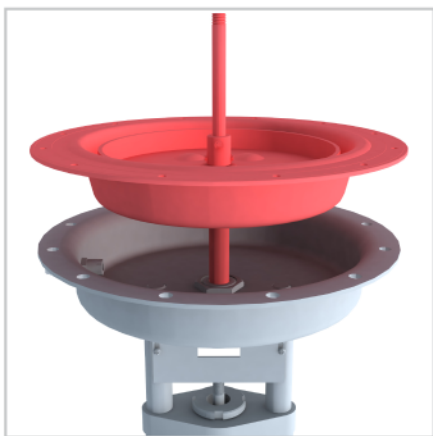
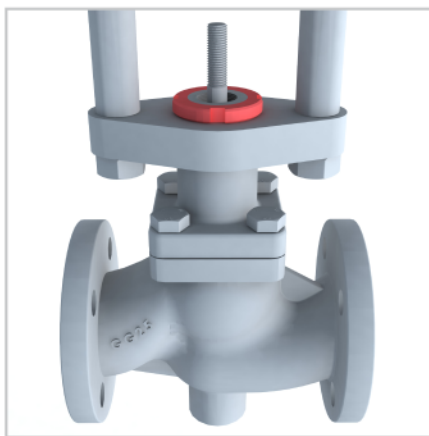
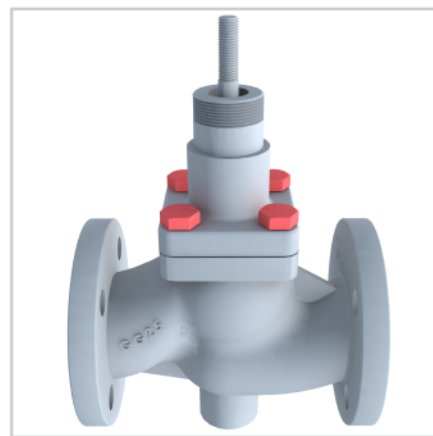
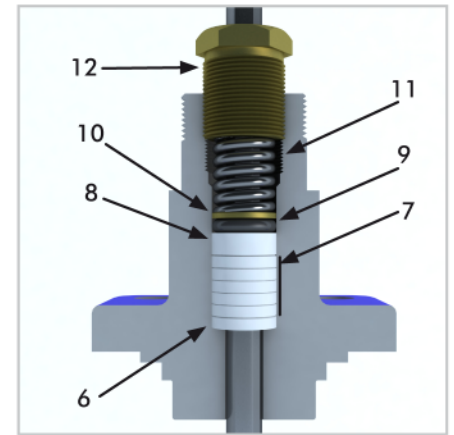

figura 1
figura 2
figura 3
figura 5
2. Desatornillamos los dos tornillos que sujetan la placa de características (ref.24) y retiramos dicha placa.
4. Desenroscamos las tuercas de los tornillos cortos (ref.37), dejando los tornillos largos (ref.38) para el último momento, pues son los que mantienen los resortes (ref.35) tensados en el interior del accionamiento. Cuando desenrosque estos últimos, procure que la tapa ascienda lo máximo de uniforme posible y retírela.
5. Una vez la tapa del accionamiento (ref.36) se haya retirado y se haya apartado el conjunto de resortes (ref.35), se deberá proceder a retirar el conjunto de membrana; el cual se compone del apoyo membrana (ref.29), la membrana (ref.28). Para sacarlo, desenrósquelo completamente girando todo el conjunto y tire de él sin temor (véase figura 1).
6. Retiramos el indicador de apertura (ref.17) y la tuerca de fijación (ref.16).
7. Mediante una llave de gancho, desatornillamos la tuerca tipo KM (ref.15), retirándola del todo (véase figura 2).
8. Seguidamente retiramos el soporte del actuador (ref.22). Para facilitar dicho proceso, se recomienda retirarlo haciendo movimientos semicirculares y tirando verticalmente de él.
9. Aflojamos la tuerca prensaestopas (ref.14), retirándola del todo.
10. Aflojamos i retiramos los 4 tornillos (ref.5) que mantienen unido el cuerpo de la válvula (ref.1) con el alojamiento de la empaquetadura (ref.4); (véase figura 3).
11. Con la ayuda de un cortafríos con el hilo matado y un martillo grande, golpeamos con cuidado pero con firmeza por las 4 caras de la válvula, colocando dicho cortafríos justo en la hendidura que vemos entre el alojamiento de la empaquetadura (ref.4) y el cuerpo de la válvula (ref.1), intentando no penetrar demasiado, pues se corre el riesgo de romper la base de la junta. Seguidamente extraemos el alojamiento de la empaquetadura del orificio del cuerpo, procurando que suba por igual de los cuatro lados.
4. Colocamos los anillos de la empaquetadura nuevos (incluidos en el kit de reparación) en el mismo orden con el que hemos sacado los antiguos (ver figura 5). Es importante colocar los anillos de uno en uno para que queden bien asentados, tomando como referencia el tope de fondo que hagan al entrar.
5. Una vez entrado el conjunto de la estopada (ref.6 a ref.8), impregnamos generosamente la parte cilíndrica del obturador (ref.3) con grasa y colocamos la junta tórica (ref.9), seguida de la arandela de latón de la empaquetadura (ref.10); (véase figura 5).
6. Introducimos el resorte prensaestopas (ref.13) y seguidamente roscamos el tornillo prensaestopas (ref.14), previamente engrasado, hasta la mitad.
7. Terminado el proceso anterior, aplicamos una capa de grasa en la parte superior del cuello de la tapa del alojamiento de la empaquetadura (ref.4). Hecho esto colocaremos el soporte del activador (ref.22), de forma que éste encaje con la parte engrasada antes mencionada. Lo conseguiremos haciéndolo girar a izquierda y derecha hasta su perfecto ensamblaje, teniendo en cuenta que el racord (ref.25) debe quedar alineado en el lado de la vía de entrada de fluido.
8. Introducimos la tuerca de tipo KM (ref.15) por encima del eje y la colocamos justo en la parte superior roscada de la tapa de alojamiento de la empaquetadura (ref.4). Dicha parte roscada deberá estar impregnada también de grasa. Mediante una llave de gancho atornillamos la KM, siempre procurando que el soporte del activador siga alineado con las vías del cuerpo (véase figura 2).
9. Seguidamente enroscamos la tuerca (ref.16) al eje hasta el final e introducimos también el indicador de apertura (ref.17) en dicho eje.
10. Seguidamente procederemos a colocar el conjunto de membrana. Dicho elemento se compone del apoyo membrana (ref.29), la membrana (ref.28) y el alargo del accionamiento (en caso de tener mando manual). En primer lugar impregnaremos de grasa la parte inferior del casquillo del conjunto. Seguidamente lo introduciremos suavemente por la guía del vástago (ref.19), el cual estará unido al soporte del activador (ref.22). Lo introduciremos al mismo tiempo que lo hacemos girar para no dañar las juntas tóricas que hay en el interior de la guía (figura 1).
11. Hecho esto haremos descender todo el conjunto y lo haremos girar para atornillarlo al eje. Lo atornillaremos hasta el final, procurando que los agujeros de la membrana (ref.28) queden alineados con los del soporte del activador (ref.22) y que los planos que hay en la parte inferior del vástago activador se sitúen hacia fuera ligeramente a un lado para poder sujetarlos cómodamente con la llave.
1. Desatornillamos los dos tornillos que sujetan la placa de características (ref.24) y retiramos dicha placa.
2. Si la válvula está equipada con mando manual de emergencia, se deberá desenroscar la tuerca (ref.42) (rosca izquierda) a la vez que se sujeta el alargamiento por los planos correspondientes.
3. Desenroscamos las tuercas de los tornillos cortos (ref.38), dejando los tornillos largos (ref.39) por el último, pues son los que mantienen los resortes tensados en el interior del accionamiento. Cuando desenrosque estos últimos, procure que la tapa ascienda lo máximo de uniforme posible y retírela.
4. Una vez la tapa del accionamiento (ref.37) se haya retirado, y se haya separado el conjunto de resortes (ref.36), se deberá proceder a retirar el conjunto de membrana; el cual se compone del apoyo membrana (ref.30) y la membrana (ref.29). Para sacarlo, desenrósquelo completamente girando todo el conjunto y tire de él (véase figura 1).
5. A continuación sujetamos fuertemente el conjunto de membrana por la parte del vástago activador (ref.27) al tornillo del banco de trabajo. Dicho tornillo debe estar equipado con mordazas blandas, de forma que el conjunto quede bien sujeto y no se raye.
6. Retiramos el pasador que esté más cerca de la membrana y desenroscamos la tuerca autoblocante (ref.32). A continuación, desmontamos los componentes del conjunto. Estos llevarán restos de sellador anaeróbico tipo CANDAR 13, que hay que retirar y dejar las piezas completamente limpias.
7. Sustituir la membrana y volver a montar todos los componentes aplicando sellador anaeróbico de forma generosa en la zona de contacto entre el vástago activador y la arandela membrana (ref. 27 y 28), y entre la arandela y tuerca autoblocante (ref.31 y 32). Apretamos fuertemente la tuerca autoblocante (ref.31), por último, limpiamos los restos de sellador sobrantes.